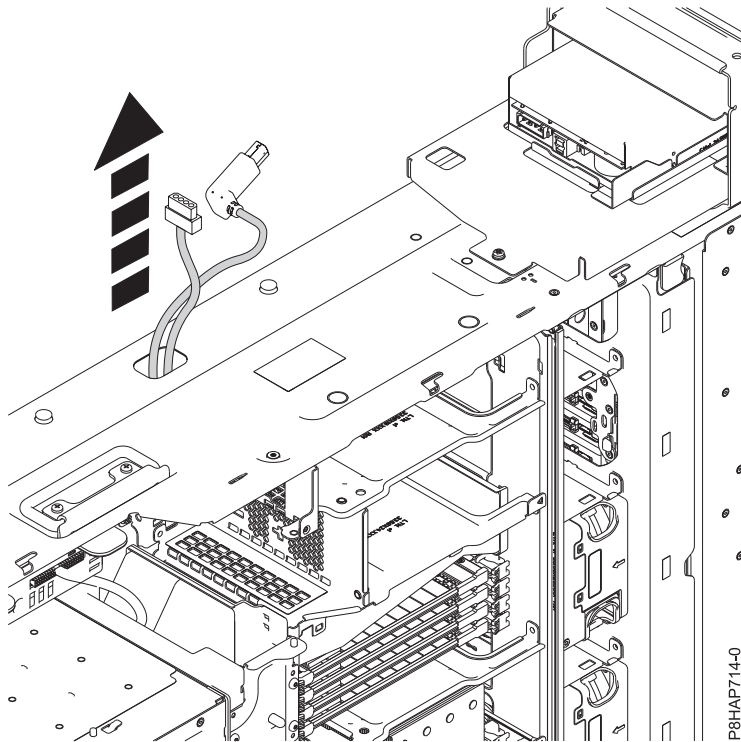

Figura 69. Cómo hacer pasar los cables USB y de la fuente de alimentación de la estación de acoplamiento RDX interna (FC EUA3)
4. Haga pasar los cables USB y de la fuente de alimentación de la estación de acoplamiento RDX interna (FC EUA3) por la parte lateral del orificio de gestión de cables del chasis, tal como se muestra en la Figura 69 en la página 83.